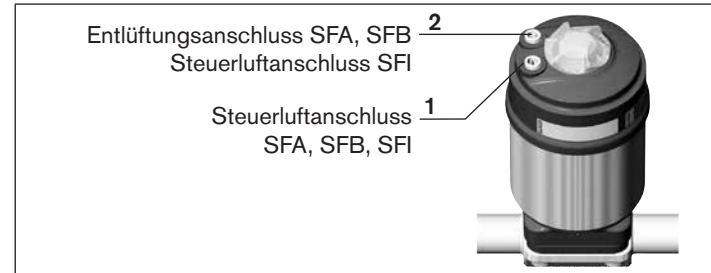

Bild 10: Pneumatischer Anschluss
- Steuermedium an Steuerluftanschluss 1 des Antriebs anschließen (siehe „Bild 10: Pneumatischer Anschluss“).
- Schalldämpfer in den freien Entlüftungsanschluss 2 stecken (siehe „Bild 10: Pneumatischer Anschluss“).
- Steuermedium an Steuerluftanschluss 1 und 2 des Antriebs anschließen (siehe „Bild 10: Pneumatischer Anschluss“).